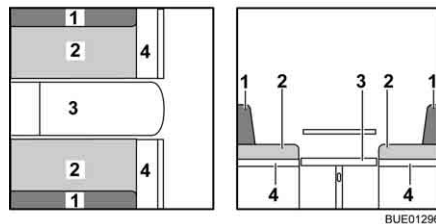

Bild 124 Während des Umbaus
- Sitzbank verbreitern (Bild 124,4).
- Die Rückenpolster (Bild 124,1) abnehmen und beiseite legen.
- Die Sitzpolster (Bild 124,2) zur Mitte ziehen.